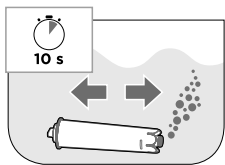

Fig. 1
4. Agite o filtro de água por 10 segundos até que não saia mais bolhas de água (Fig. 1).